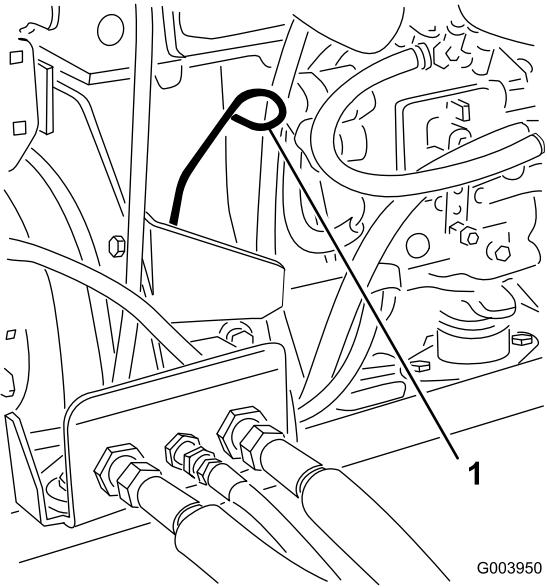

Рисунок 28
3. Извлеките масломерный шуп, тщательно протрите и снова вставьте его (Рисунок 28).